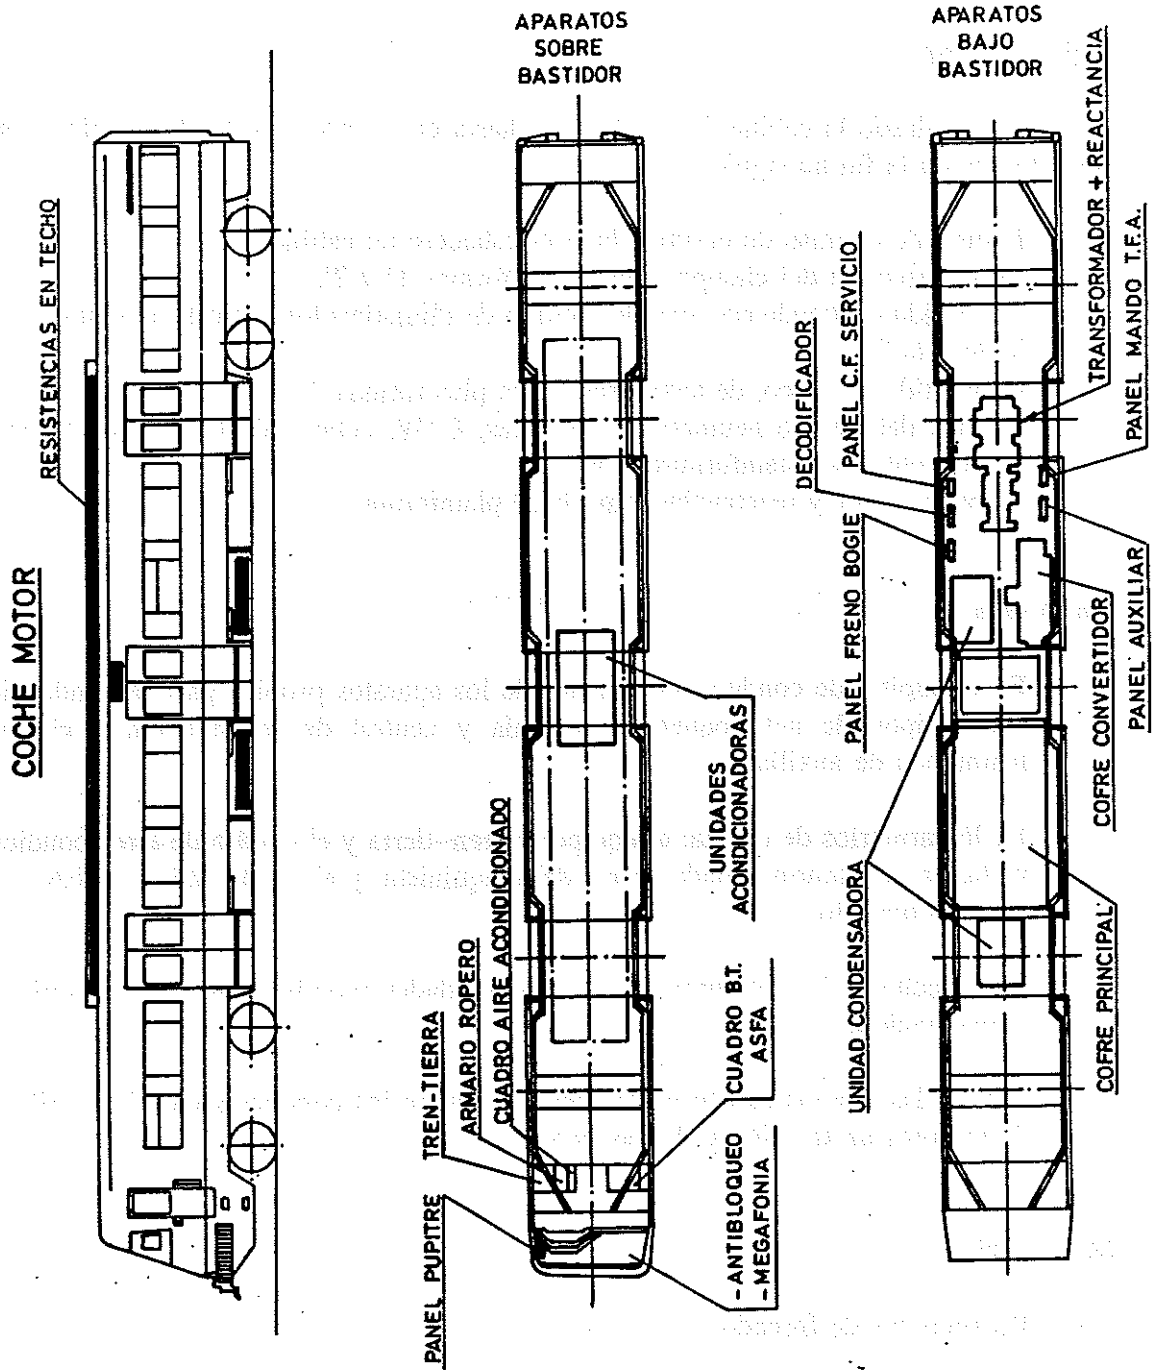

Fig. 1.3.- Distribución de equipos en cajas de coches motores
**1.2.4.- DISTRIBUCION DE EQUIPOS EN CAJAS****1.2.4.1.- Coches motores (Fig. 1.3.)****Bajo bastidor**